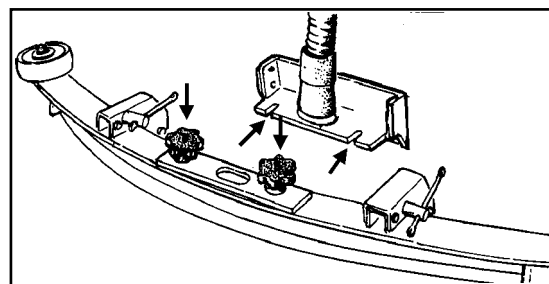

Figura 8
1. El montaje de la escobilla de goma tiene una función de separación que se utiliza también para el montaje de la escobilla de goma. Afloje las perillas de la escobilla de goma (figura 8). Deslice el pasador dentro del agujero con ranuras ubicado en el bastidor de apoyo de la máquina.